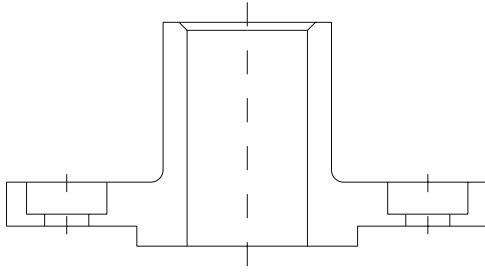

Fig. 7.11
- **Trasarea conturului exterior și interior al vederii de sus,** pe layer-ul "CONTUR". Originea sistemului de coordonate (UCS) va fi "mutată" astfel încât, să fie poziționată în centrul vederii (fig. 7.11).